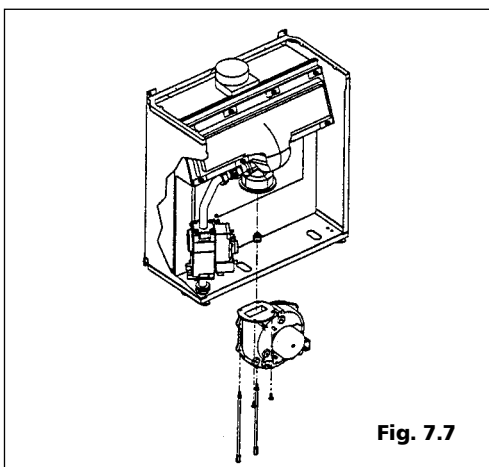

Fig. 7.7
- 1) il ventilatore è fissato con viti posteriori lunghe. In questa condizione per accedere all'ugello si dovrà svitare con chiave da 8 mm le due viti posteriori e con un cacciavite a croce le due anteriori. Dopo aver smontato il ventilatore, con chiave a tubo da 17 mm svitare l'ugello posizionato all'interno del convogliatore aria-gas, sostituirlo e rimontare il tutto (fig. 7.7).